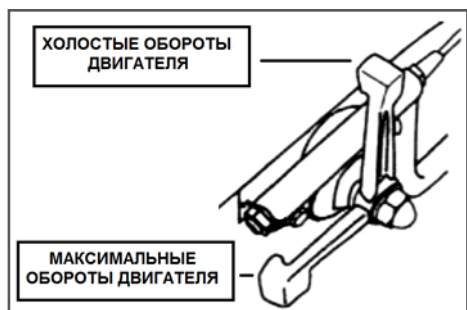

Рис. 11 Рычаг газа
- Переведите рычаг газа на 1/3 хода в сторону положения максимальных оборотов двигателя (Рис. 11).
1. Переведите двигатель в режим холостого хода, для этого переведите рычаг газа в положение холостых оборотов двигателя (Рис. 11).